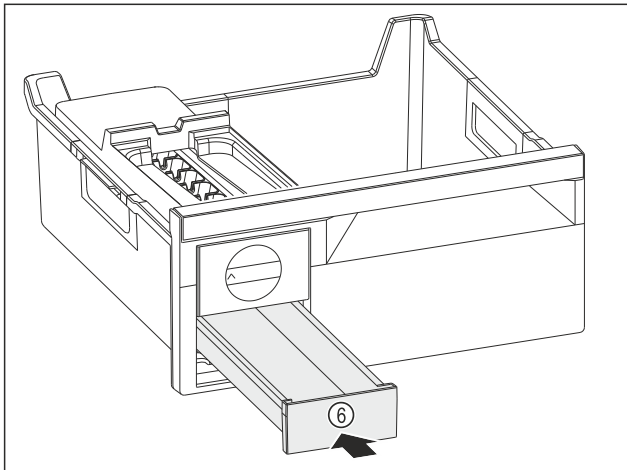

Fig. 87
- ▶ Spingere verso l'interno il cassetto del ghiaccio Fig. 87 (6).